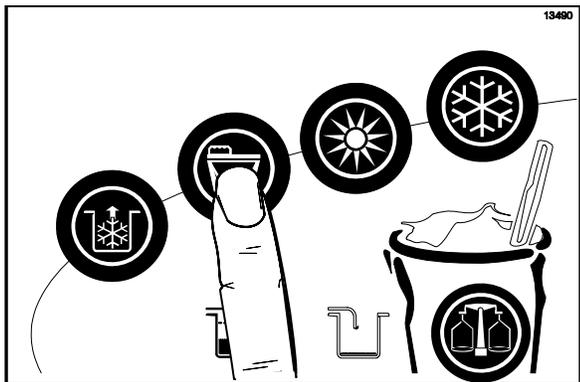

图 100
2. 在门出料口的下面放置一个桶，按 WASH 键 。(见图 100。)